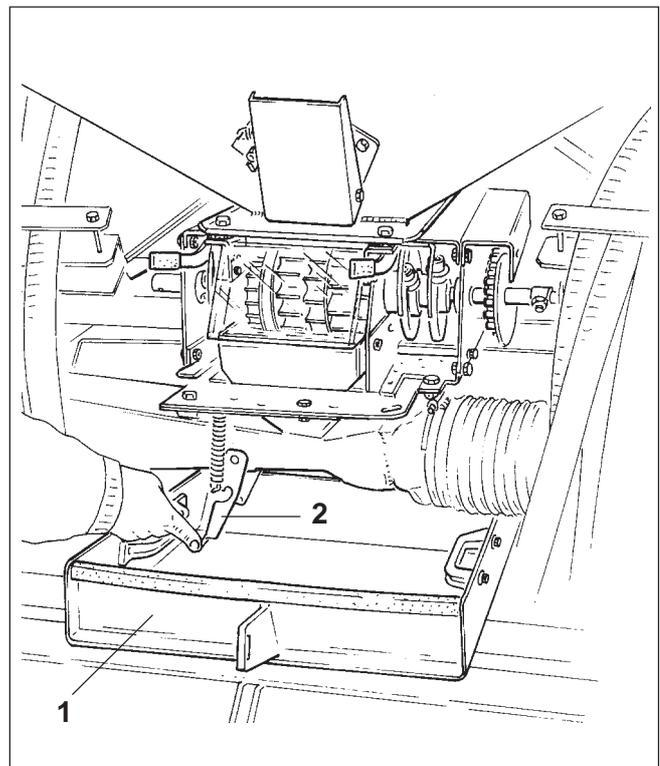

Fig. 21.3
Abdrehmulde (Fig. 21.3/1) unter die Dosiereinheit stellen.
Klappe (Fig. 21.3/2) öffnen.
- Klappe (Fig. 21.3/2) schließen